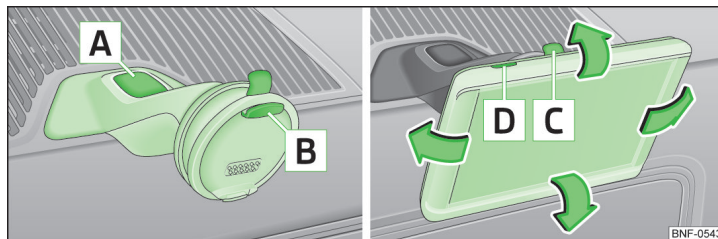

Bild 77 Fäste för multifunktionsenhet/multifunktionsenhet
- Sätt först in multifunktionsenheten i den övre hållaren **B** » bild 77 och tryck den mot undersidan av fästet tills den klickar i » **!**.
- Lutningen kan ställas in genom att man rör multifunktionsenheten lätt i pilens riktning » bild 77 till önskat läge » **!**.
- Tryck med andra handen på upplåsningsknappen **C** » bild 77 och lossa enheten.
- Tryck med andra handen på upplåsningsknappen **A** » bild 77.
- Slå på multifunktionsenheten genom att trycka på knappen **D** » bild 77.